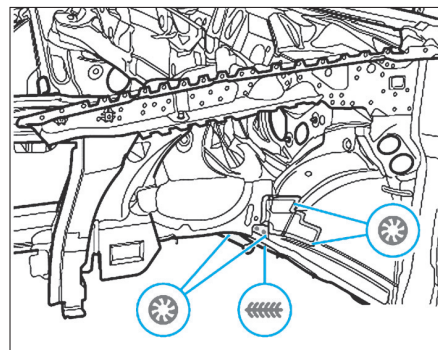

FIG. 6
- Replier la tôle de renfort du passage de roue et la souder, soudure en continu sous protection gazeuse (Fig.6).